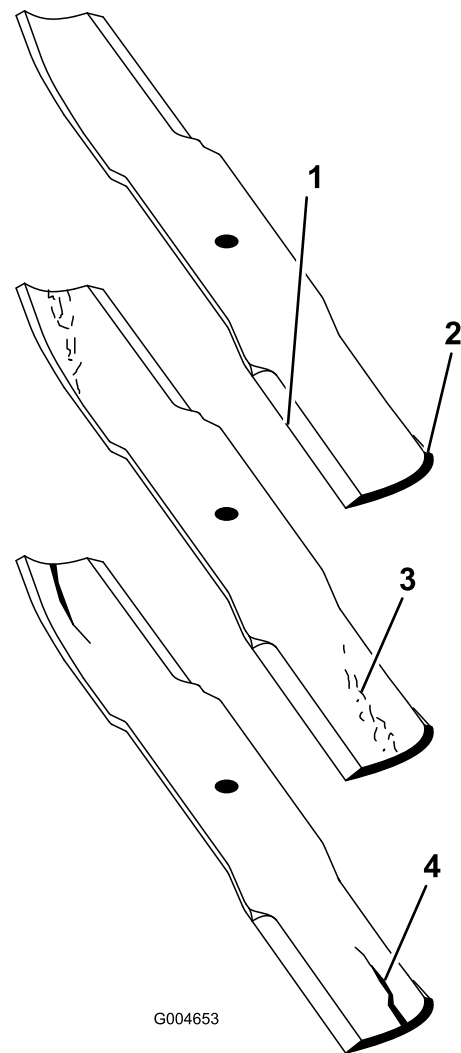

Figura 88
2. Examine cuidadosamente as extremidades da lâmina, prestando especial atenção à zona onde se encontram as partes curvas e planas da lâmina (Figura 88). Deverá verificar o estado da lâmina antes da operação de corte, já que a areia e outro material abrasivo poderá desgastar o metal que liga a parte curva e plana da lâmina. Se verificar que esta zona se encontra desgastada (Figura 88), substitua a lâmina.